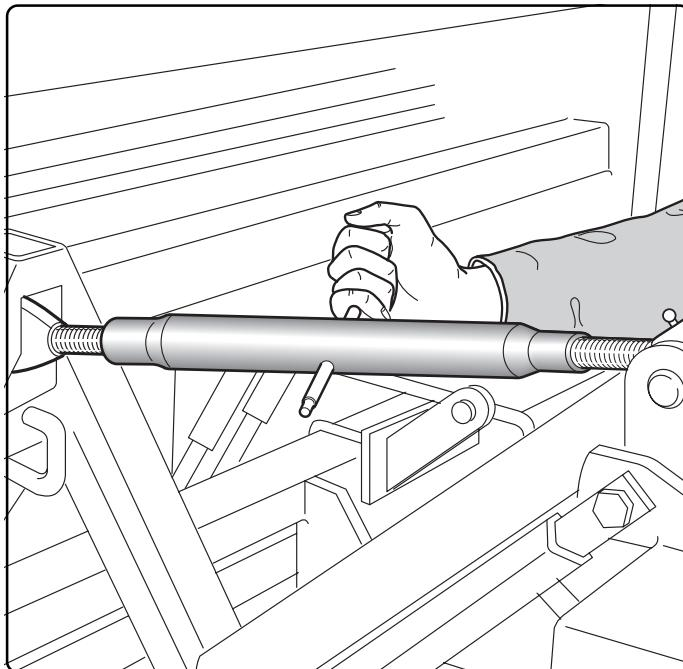

Fig. 13
ticale), eventualmente agire sul terzo punto della seminatrice (Fig. 13).
*is correctly positioned (vertical), and, if necessary, operate at the third point of the seeder (Fig. 13).*
die Stellungsanzeige auf der rechten Seite (C Abb 11-12) in korrekter Position (vertikal) befindet; eventuell ist der dritte Punkt der Sämaschine zu betätigen (Abb. 13).
*cale), agir éventuellement sur le troisième point du semoir (Fig. 13).*
costado derecho (C fig. 11-12) esté en posición correcta (vertical), si es necesario regule el tercer punto de la sembradora (fig. 13).